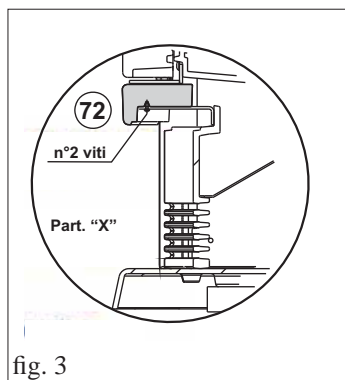

fig. 3
- Posizionare il frontalino (72) e fissarlo con le 2 viti M6x12 (utilizzando chiave a brugola) e n° 2 rondelle M6 in dotazione, come indicato nel particolare "X" a fig. 3.